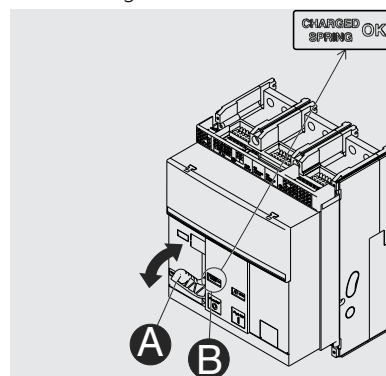

Abbildung 43
2. Spannen der Federn - Den Hebel [A] mehrmals nach unten ziehen, bis die Anzeige Federn gespannt [B] auf "gelb - CHARGED SPRING" steht, so wie in Abbildung 43.